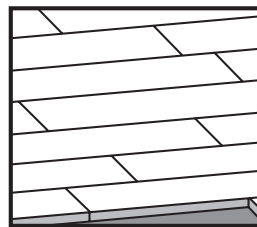

FIGURE 1.1 (CORRECTE)
ÉTAPE 4: Coupez la dernière pièce de la première rangée en laissant un espace d'expansion approprié. Utilisez la chute comme première pièce de la deuxième rangée. Il est préférable d'éviter les pièces de moins de 6 po (≈15 cm), car elles ont tendance à se déplacer. Poursuivez rangée par rangée en engageant d'abord la rainure du côté longitudinal, puis l'extrémité. Évitez d'aligner les joints d'extrémité directement les uns au-dessus des autres (au moins 8 1/2 po / 21,5 cm d'écart pour un plancher de 4 1/4 po). Si de l'adhésif entre en contact avec la surface des planches, utilisez un nettoyeur pour adhésif avant qu'il ne sèche. Voir figures 1.1 et 1.2.